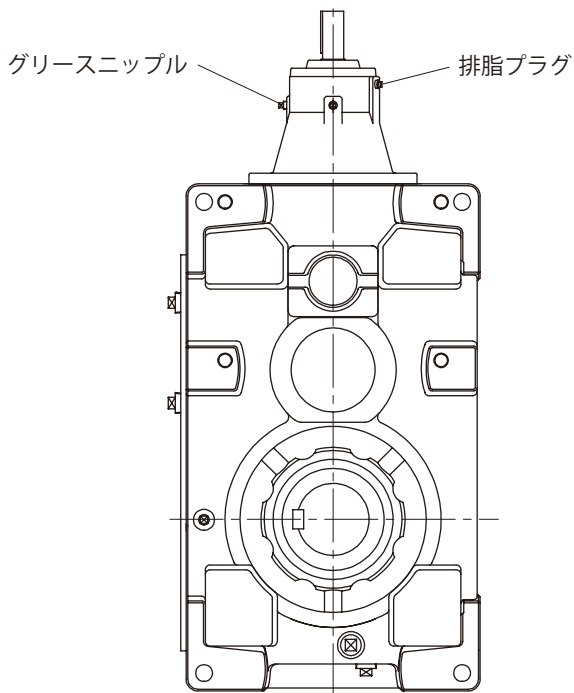

図8-3 レデューサ直立据付
- ・グリースニップルおよび排脂プラグ位置は、P28 図 8-3 ～ 8-5 をご覧ください。